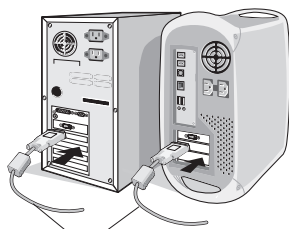

Figure A.1
2. **Pour utilisation avec un PC ou un MAC à sortie numérique DVI** Connectez le câble de signal DVI au connecteur de la carte d'affichage de votre système (Figure A.1). Serrer toutes les vis.